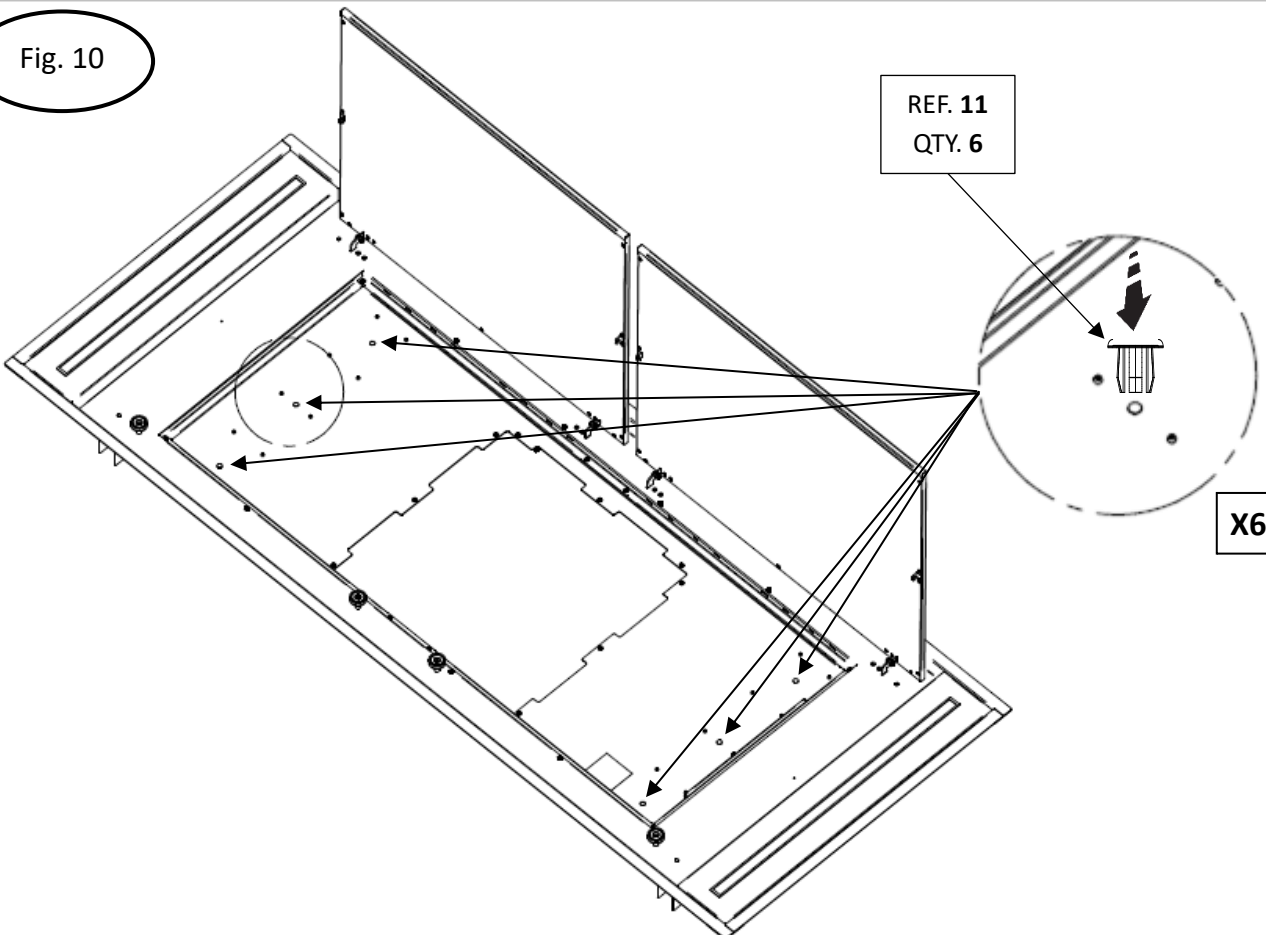

Fig. 11
- Monte los soportes de liberación rápida usando los 4 orificios en la parte inferior. Inserte el tornillo métrico en el orificio, al mismo tiempo en la parte trasera del capó inserte el resorte en el cuerpo del tornillo y atorníllelo en el soporte (fig.11).